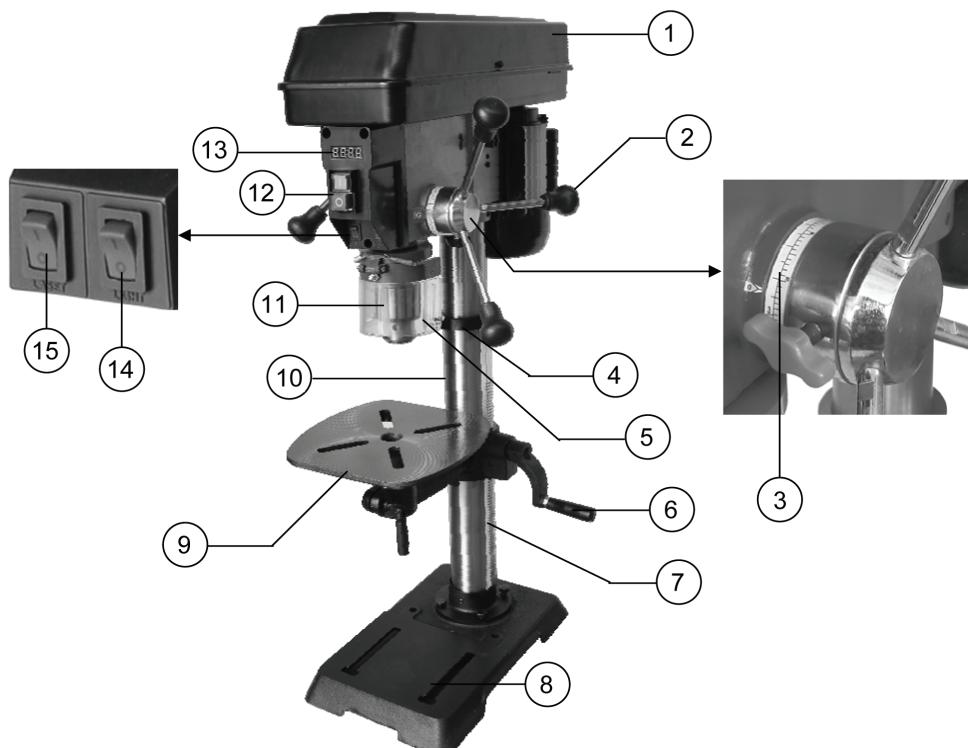
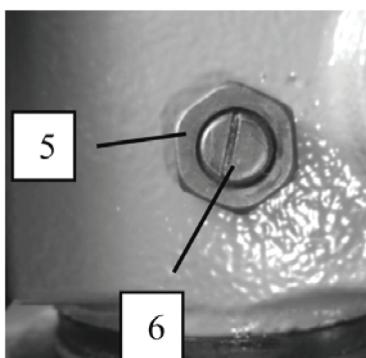
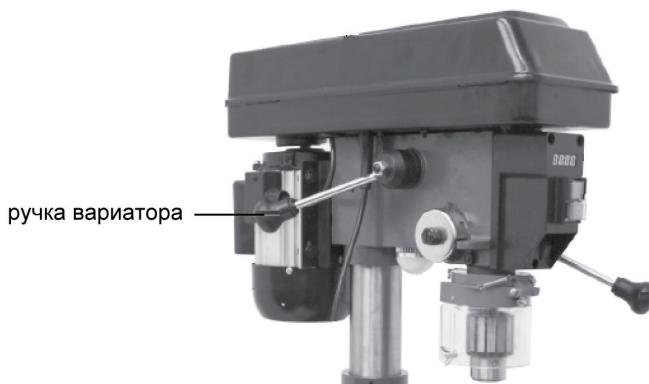

Рис. 1
Рис. 6
Рис. 9
- 6.3. Возьмите кронштейн стола, вставьте в него червячный вал (Рис. 3) и введите элевационную рейку. Прижмите элевационную рейку к червячному валу. Установите собранный узел на стойку (Рис. 4). Нижний конец элевационной рейки обопрется на нижнее кольцо стойки, а верхний конец рейки прижмите ограничительным кольцом (Рис. 5). При установке ограничительного кольца на стойку обратите внимание на то, чтобы узел с одной стороны кольца плотно прижал элевационную рейку. Зафиксируйте кольцо винтом. Установите ручку перемещения рабочего стола 6 (Рис. 1).
6.5. Установите ручки подачи 2 (Рис. 1).
6.7. Установите на шпиндель патрон 11 (Рис. 1).
6.8. Установите защитный щиток 5 (Рис. 1).
6.9. Переместите шпиндель в нижнее положение и проверьте наличие по-перечного люфта шпинделя, покачав за сверлильный патрон 11 (Рис.1). Если люфт ощущим, его можно минимизировать, проворачивая по часовой стрелке винт 6 (Рис.6), предварительно отпустив контрящую гайку 5 (Рис. 6). По завершению регулировки затяните контрящую гайку. Помните, затягивая винт 6 (Рис. 6) вы прижимаете шпиндель. Усилия возвратной пружины может оказаться недостаточным для автоматического подъема шпинделя в исходное положение. 6.9. Шпиндель оснащен механизмом автоматического возврата. Усилие пружины автоматического возврата шпинделя настраивается на заводе. Если, усилия пружины становится не достаточным для возврата шпинделя, то усилие пружины можно отрегулировать. Для этого:
- Включение станка осуществляется выключателем 12 (Рис. 1). Кожух ременной передачи 1 (Рис. 1) должен быть закрыт. Ключ зажимного патрона не должен оставаться в патроне.
- Отключение станка производится нажатием кнопки «0» выключателя 12 (Рис. 1).
- Светодиодная подсветка включается выключателем 14 (Рис. 1).
- Лазерный указатель включается выключателем 15 (Рис. 1).
- Контроль и регулировка глубины сверления «глухих» отверстий производится по шкале 3 (Рис. 1).
- Осевое перемещение шпинделя (патрона) 11 (Рис. 1) задается рычагом подачи 2 (Рис. 1).
- Изменение высоты рабочего стола 9 (Рис. 1) вдоль стойки осуществляется ручкой 6 (Рис. 1) с предварительно ослабленным фиксатором кронштейна.
Скорость вращения шпинделя регулируется ручкой вариатора (Рис. 9). Обороты шпинделя отображаются на цифровом дисплее 13 (Рис. 1)